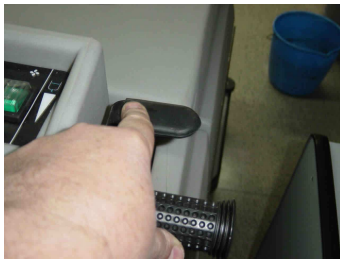

Figura 9
2. Cierre la palanca grifo, moviéndola totalmente hacia delante. (Figura 9)
5. Active el flujo de solución, moviendo suavemente la palanca grifo (figura 9) hacia atrás.
3. Antes de parar o girar la máquina, cierre la palanca grifo (figura 9).